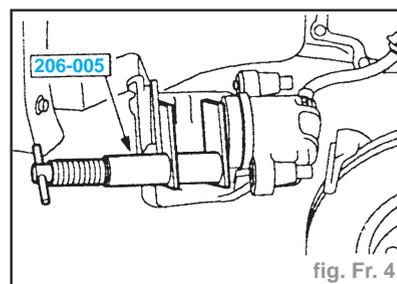

fig. Fr. 4
- Rétracter au maximum le piston d'étrier (fig. Fr. 4).